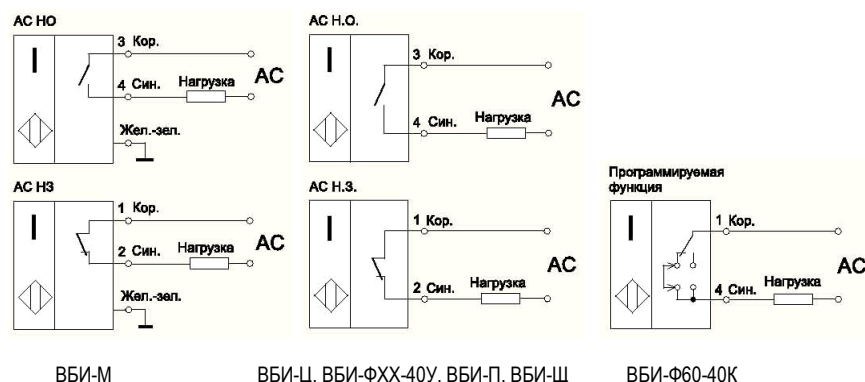

Рис.1. Варианты схем подключения датчиков
3.3 Выключатели включаются в электрическую цепь по 2-х проводной схеме (Рис. 1). Соответствие выводов и схема подключения маркированы на корпусе каждого выключателя. ВБИ-Ф60-40К имеет программируемую коммутационную функцию: ее можно менять с помощью перемычки ("НО" - перемычка в верхнем положении, "НЗ" - перемычка в нижнем положении). ВБИ-Ф270 имеет регулировку чувствительности.